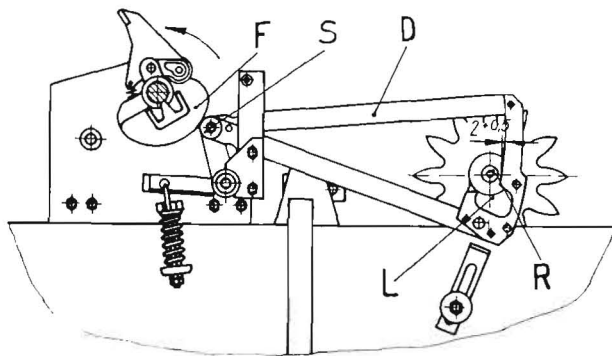
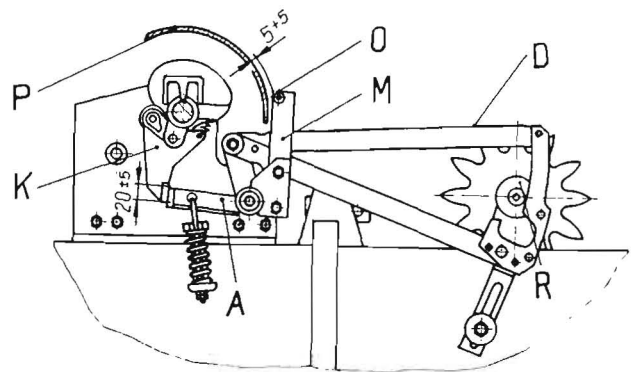

Bild 35
Bild 36
rad (R) der Strohradwelle von  $2^{+0,5}$  mm (Bild 35) zu prüfen. Eine erforderliche Korrektur ist durch Verschieben des Strohradwellenlagers (L) vorzunehmen.
– Nach Einstellung gemäß Bild 35 ist durch Weiterdrehen des Schwungrades die Schaltstellung gemäß Bild 36 herzustellen. Bei Anlage des Schaltbügels (D) am Zahnrad (R) muß zwischen der Rolle (O) und dem Spersegment (P) ein Abstand von  $5^{+5}$  mm und zwischen Schaltangel (A) und Schaltklinke (K) eine Überdeckung von  $20 \pm 5$  mm vorhanden sein. Eine geringe Korrektur ist durch Schwenken des Sperrhebels (M) möglich.